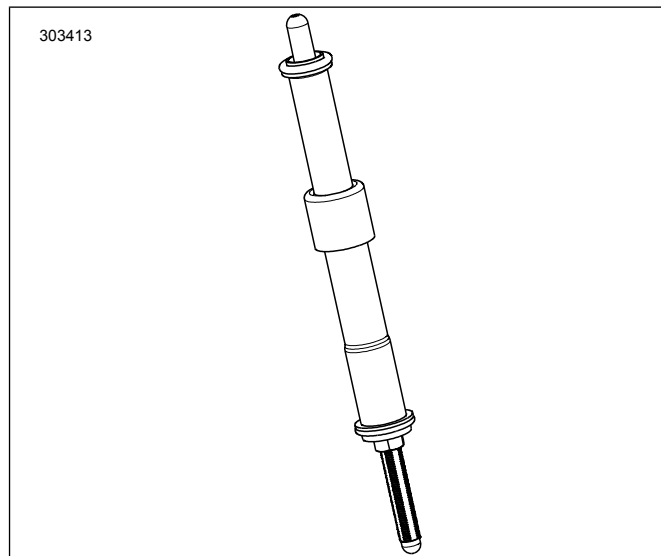

Figura 2. Asta delle punterie installata nel relativo coperchio
7. Figura 2 Installare le aste delle punterie di aspirazione nei relativi coperchi.